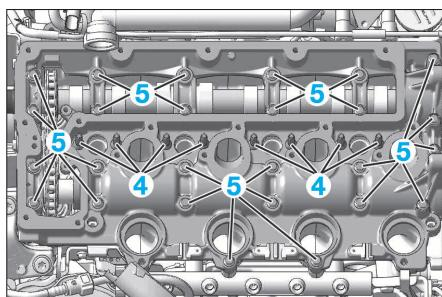

FIG. 58
- Bloquer le tendeur (3) de chaîne de distribution (à l'aide de la pince [9]).
- Déposer le tendeur (3) de chaîne de distribution.
- Déposer (Fig.58) :
- les 8 vis colonnettes (4)
- les 26 vis (5).